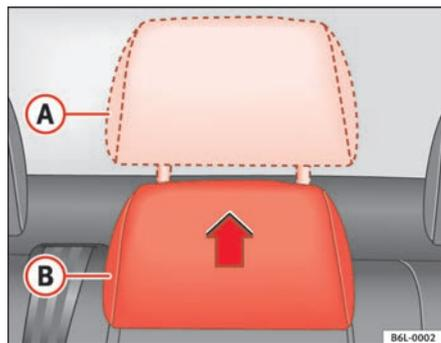

Fig. 5 Réglage de l'appuie-tête arrière central
- Position levée ou d'utilisation (A) ⇒ fig. 5. Dans cette position, l'appuie-tête se comporte comme un appuie-tête normal, qui protège les passagers de la banquette arrière centrale en plus de la ceinture de sécurité.
- Position de repos (B) ⇒ fig. 5. Cette position augmente la visibilité arrière pour le conducteur.